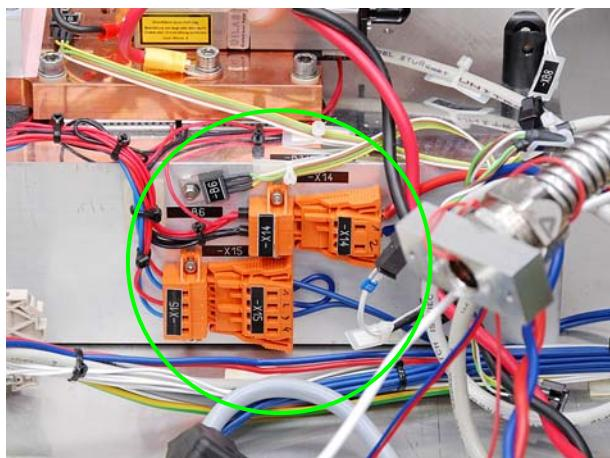

Abbildung 7.176 Steckverbindungen trennen
3. Stecker -X14 und -X15 (Abbildung 7.176) am Kühlkörper trennen.